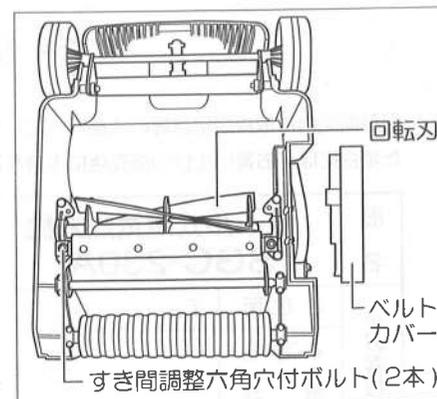

図16
(図16参照)
⑤固定刃・回転刃(3枚)に付属のラッピングブラシにラッピングオイルを付け薄く塗布してください。(図16参照)